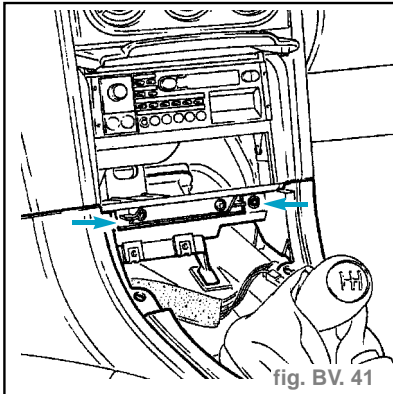

fig. BV. 41
- les deux vis (torx de 20) de fixation du pontet sur la console centrale, (fig. BV. 41)